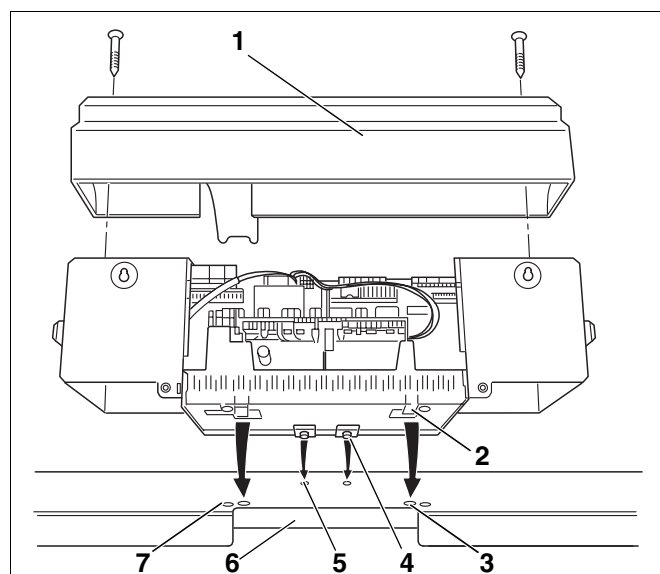
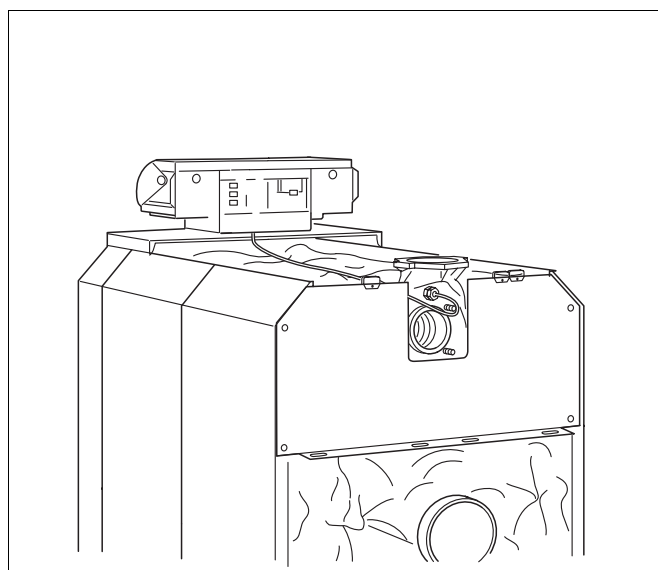

Fig. 60 Montarea aparatului de reglare
Fig. 65 Cazan de încălzire cu aparat de reglare montat
- Se deșurubează cele două șuruburi din capac (fig. 60, **poz. 1**). Capacul se îndepărtează prin ridicare.
- Se așează aparatul de reglare pe manta. Piciorușele-cârlig de pe aparatul de reglare (fig. 60, **poz. 4**) se introduc în găurile ovale din elementul de capac din față al cazanului (fig. 60, **poz. 5**). Se trage aparatul spre față și după care se împinge partea din spate în jos. Clemele elastice (fig. 60, **poz. 2**) trebuie să intre în spate, în orificiile dreptunghiulare din capac (fig. 60, **poz. 3**).
- Carcasa aparatului de reglare se fixează în stânga și în dreapta decupării pentru cabluri (fig. 60, **poz. 6**) pe elementul de capac din față al cazanului, cu două șuruburi de tablă (fig. 60, **poz. 7**).
- Se fixează capacul aparatului de reglare (fig. 60, **poz. 1**) din nou de carcasă cu două șuruburi de tablă (fig. 65).